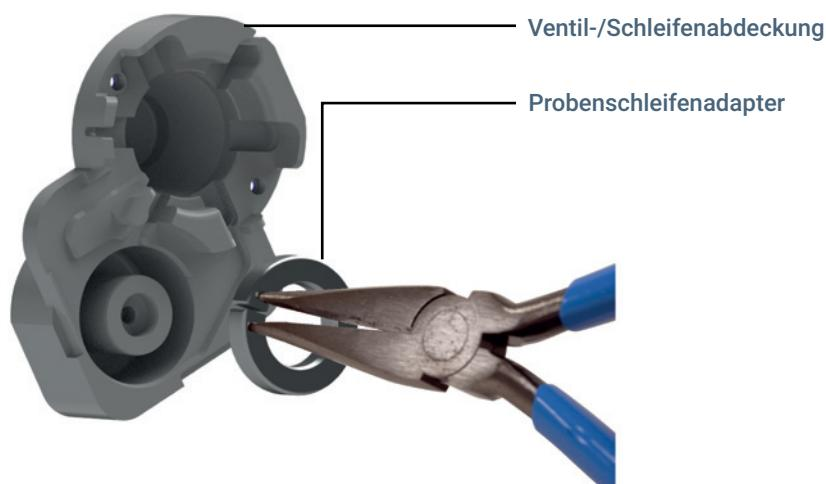

Abb.22. Entnahme eines Probenschleifenadapters (G4556-20178 gezeigt) von der Ventil-/Schleifenabdeckung
- a Greifen Sie den Probenschleifenadapter mit der Spizzange an den in Abbildung 22 gezeigten Stellen.
- b Kneifen Sie die Spizzange zusammen und ziehen Sie behutsam den Probenschleifenadapter aus dem Block oder der Abdeckung, wie in Abbildung 22 gezeigt.